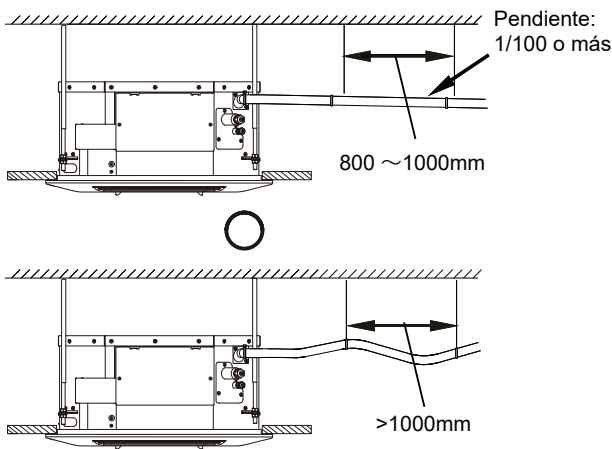

Figura 5.1
- Con el fin de evitar el flujo de agua en el interior del equipo de aire acondicionado cuando la operación se detiene, la tubería de descarga de agua debe inclinarse hacia abajo y hacia el exterior (lado de drenaje) en una pendiente de más de 1/100. Asegúrese de que la tubería de descarga de agua no se hinche ni almacene agua; de lo contrario, causará ruidos extraños. Véase Figura 5.1.